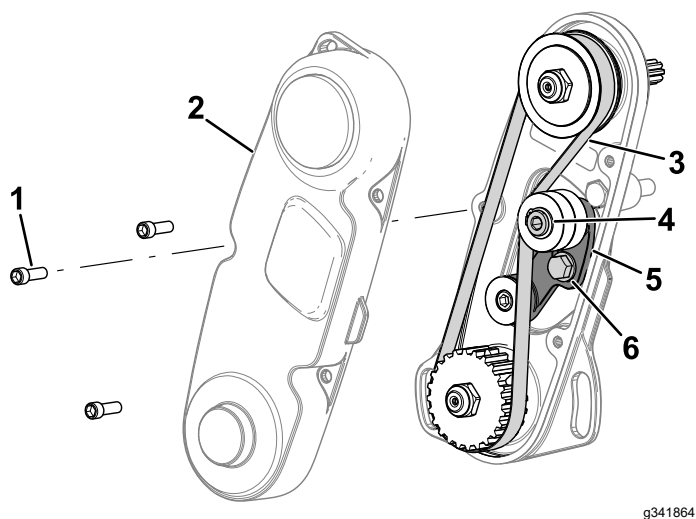

図 14
3. ビーム型トルクレンチを使って、上部アイドラーアーム内部ネジに67 N·m (0.650.76 kg·m) の力を加える (図 14)。